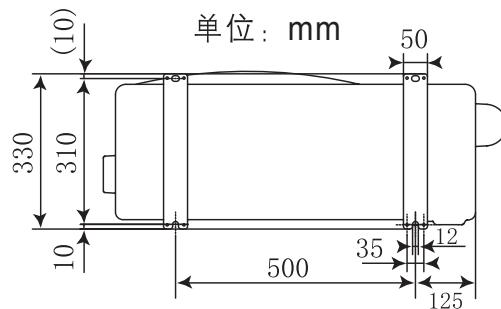

图16
(2) 尽量安装于房屋的东或北方。如装于南或西方是无可避免时, 应有遮盖物遮盖。
(3) 最好不要安装在污秽或雨淋的地方。
(4) 尽量靠近室内机组安装。
(5) 室外机外形尺寸及安装固定孔位置见图16。